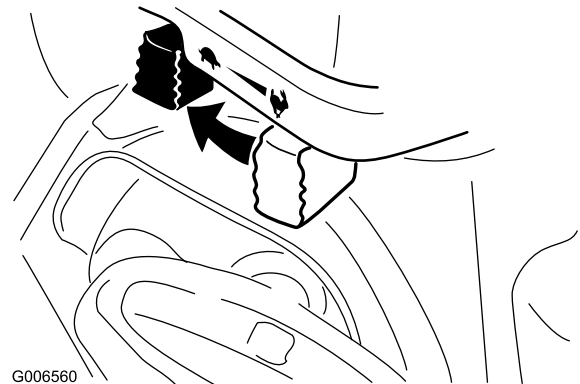

Figura 26
1. Portate l'acceleratore in posizione Slow e quindi in posizione Stop (Figura 26).